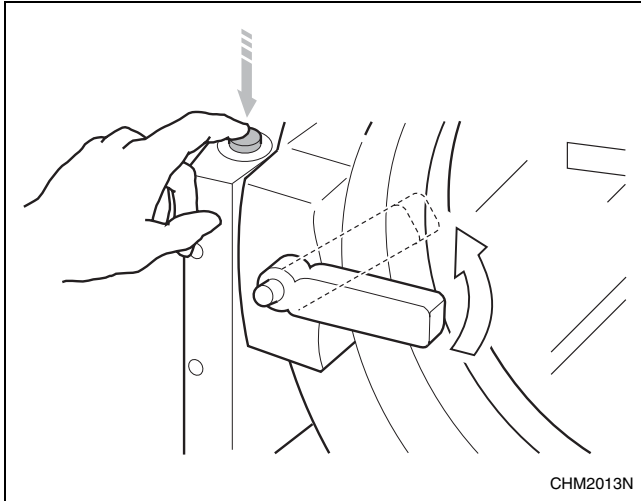

Figura 4
2. Use la mano izquierda para mantener pulsado el botón de abrir la puerta ubicado en la parte superior izquierda de la tapa de la caja de traba de la puerta. Consulte la *Figura 4*.
3. Para abrir, gire la palanca en el sentido contrario al de las agujas del reloj. Consulte la *Figura 4*.